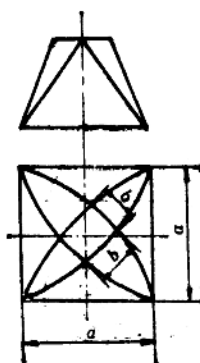

图 32
25. 作上下方转角接头(上下口扭成 45° 方形漏斗)的侧表面展开图, 如图32所示。